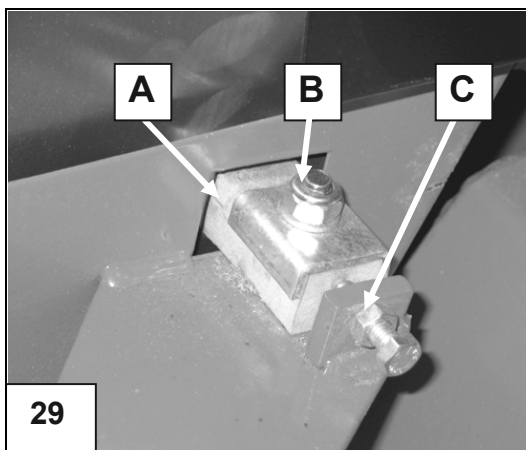

Bild 29. Kapbladets styrdon
- I kanten av sågspånstråget finns kapbladets styrdon A, bild 29, som vid eventuella störningar förhindrar att bladet träffar trägets kant.